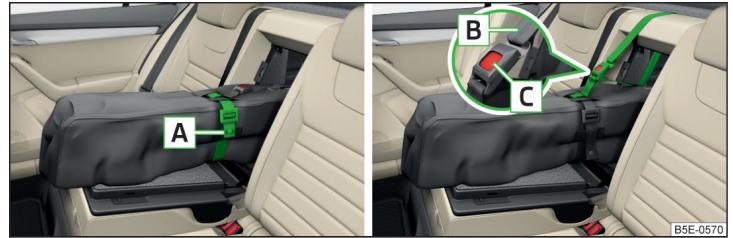

Abb. 115 Band anziehen / Durchladesack sichern
- Das Zugband **A** um die Skier **vor** den Bindungen festziehen » Abb. 115. Das Band muss die Skier fest umfassen.